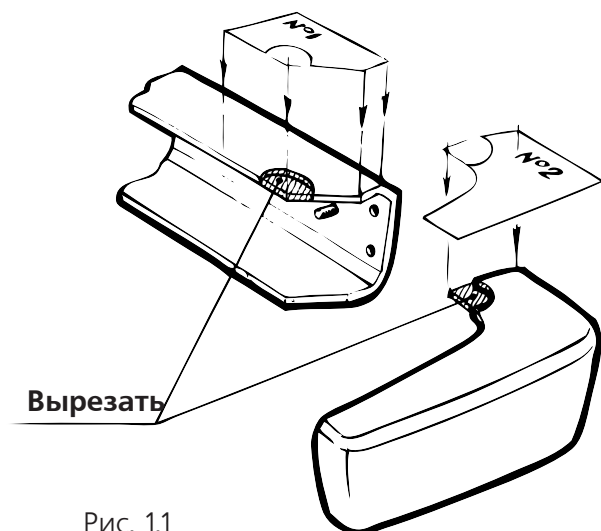

Рис. 1.1
1.2. Разметить места для обрезки, используя прилагаемые шаблоны. (Рис.1.1).